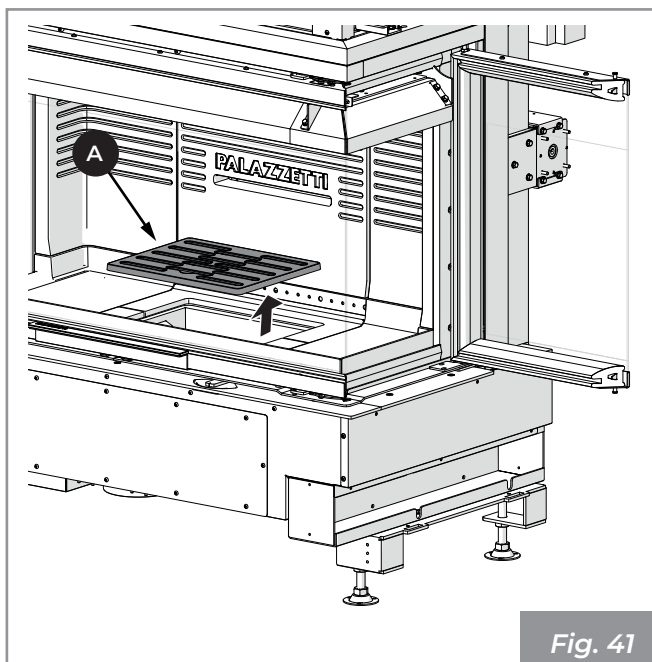

Fig. 41
- 1) Assicurarsi che la griglia (A) (**Fig. 41**) sia libera da eventuali residui di combustione che possano ostruire il libero passaggio d'aria. Rimuoverla ed effettuare la pulizia del focolare utilizzando una scopetta (non in dotazione) facendo convogliare i residui della combustione nel cassetto cenere. Fare attenzione ad eventuali braci ardenti.